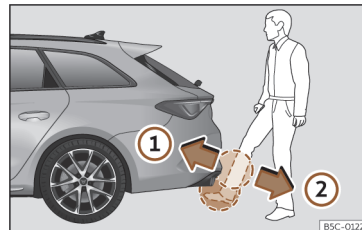

Fig. 89 Hayonul cu deschidere controlată cu senzori (Easy Open).
- Mișcați rapid laba și partea inferioară a piciorului cât mai aproape de bară. Partea inferioară a piciorului trebuie să fie aproape de zona senzorului superior, iar laba piciorului de zona senzorului inferior >>> fig. 89 .
- Rețineți rapid laba piciorului și partea inferioară a acestuia din zona senzorilor»» fig. 89 ②. Hayonul se va deschide automat.